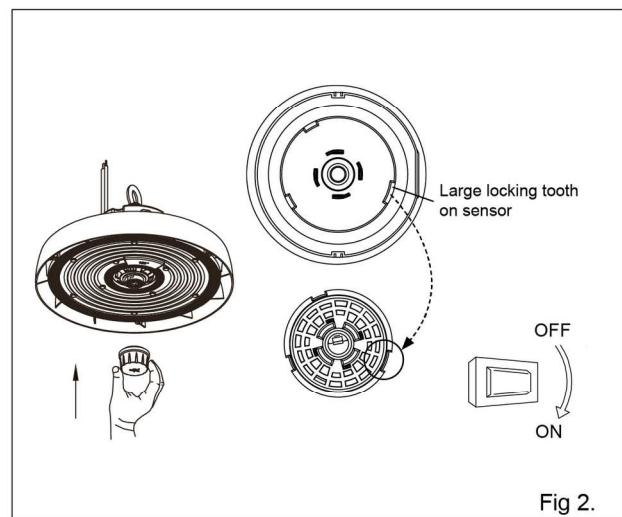

Fig 2.
B. Stel de hoek van het product in op de gewenste positie en draai daarna de draaischroeven en de borgschroeven volledig vast om het product vast te zetten (fig. 2).
B. De grootste vergrendelingsinkeping op de sensor lijnt u uit met de overeenkomstige inkeping op de armatuur (fig. 2).
- B. Stellen Sie den Neigungswinkel des Produkts auf die gewünschte Position ein und ziehen Sie dann die Gelenk- und Verriegelungsschrauben vollständig an, um das Produkt zu befestigen (Abb. 2).
B. Richten Sie den größeren Verriegelungszahn an der entsprechenden Kerbe am Produkt aus (Abb. 2).
- B. Adjust the angle of the product to the required position, then tighten the pivot and locking screws fully to secure the product (Fig. 2).
- B. Align the large locking tooth with the corresponding notch on the product (Figure 2).